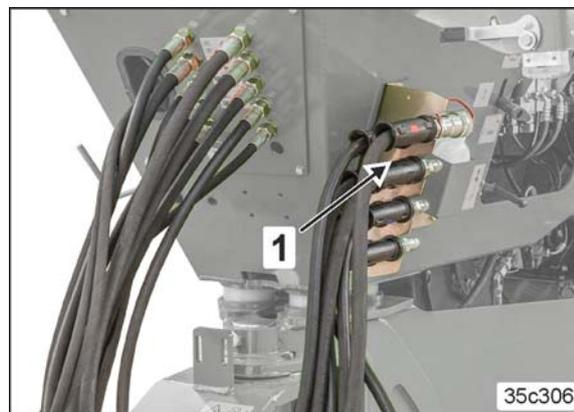

Fig. 118
- Schlauchgarderobe (Fig. 118/1)